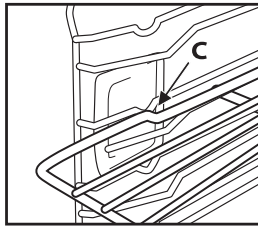

Fig. 3
3. Remettez la grille à l'horizontale et poussez-la jusqu'à ce qu'elle soit parfaitement insérée dans « C » (Fig. 3).